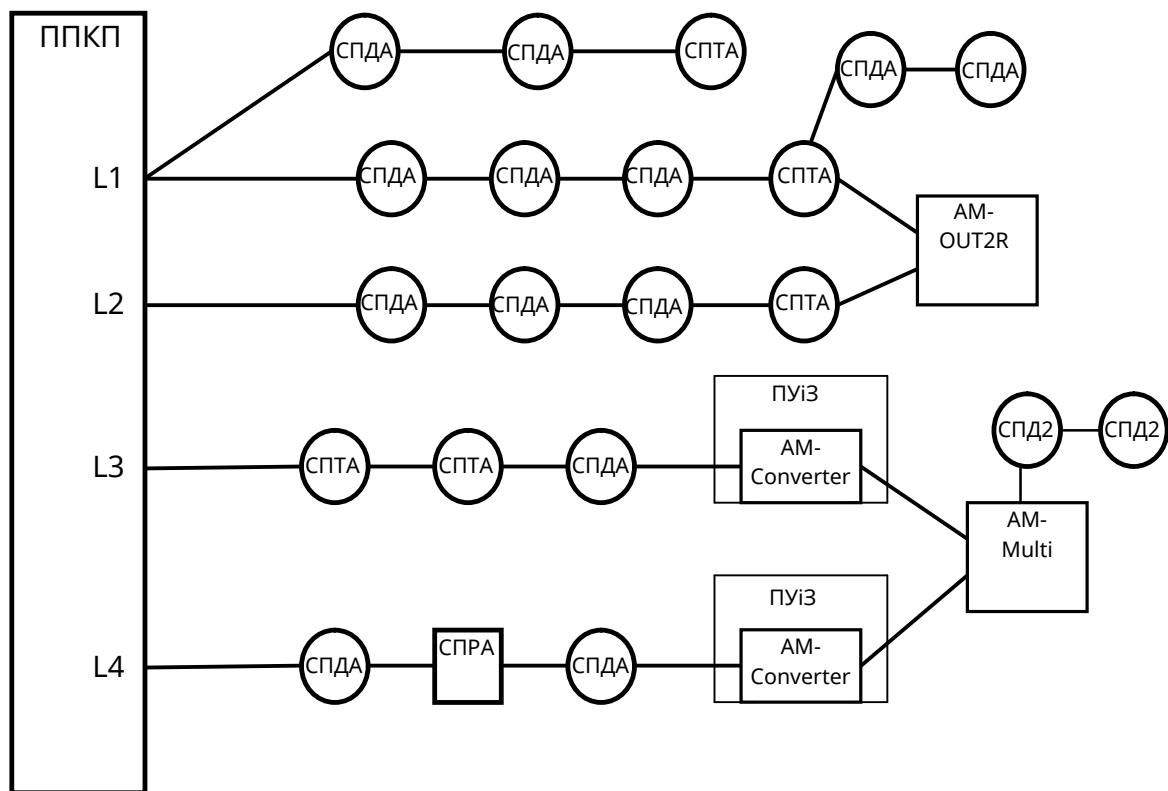

Рисунок 4.3.1 – Схема приєднання адресних компонентів до АІ
4.3.2 Адресні компоненти приєднують до АІ, які є одночасно лініями зв'язку та лініями живлення. Один ППКП керує двома кільцевими АІ. Загальна схема можливих з'єднань в АІ показана на рис. 4.3.1. Загальні правила підключення АІ до ППКП: